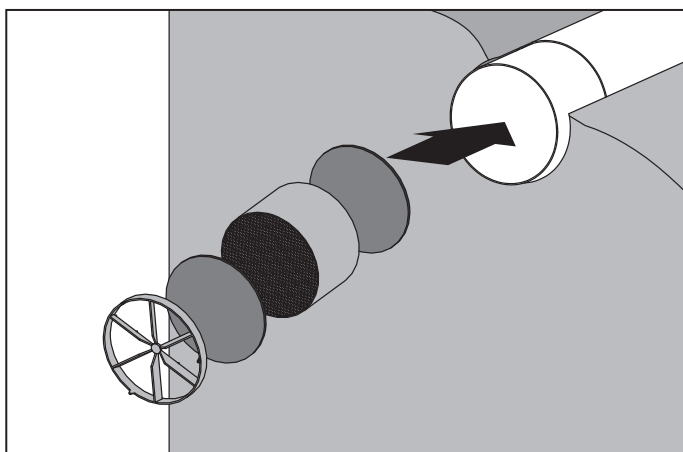

Рис. 23. Извлечение компонентов установки
- Извлеките выпрямитель потока воздуха. Извлеките регенератор и фильтры из канала, потянув за предусмотренный специальный шнур. Будьте осторожны при извлечении регенератора во избежание его повреждения. (см. рис. 23).